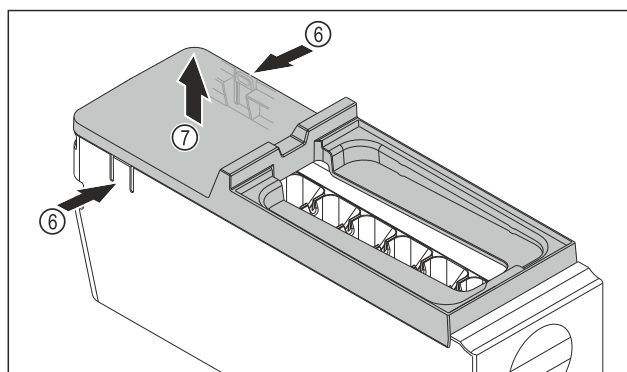

Fig. 173
- ▶ Ta bort skyddet på EasyTwist-Ice-enheten: Tryck på skenorna Fig. 173 (6) på båda sidor av EasyTwist-Ice-enheten med en hand.
- ▶ Ta bort skyddet Fig. 173 (7) uppåt med andra handen.